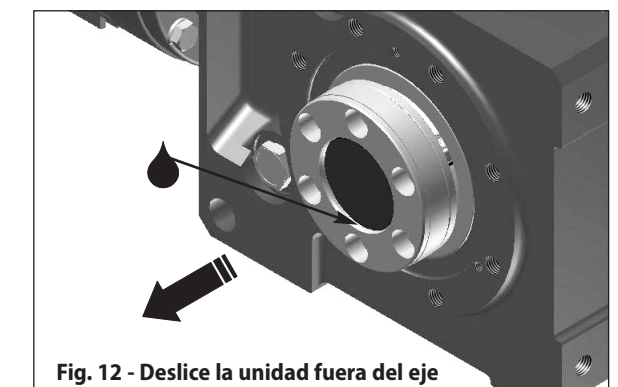

Fig. 12 - Deslice la unidad fuera del eje
Paso 7: Luego de quitar el buje, aplique un líquido penetrante al eje, en el lugar donde hace contacto con el buje. Deje reposar un tiempo para permitir que el líquido penetre entre el buje y el eje, luego cuidadosamente deslice la unidad fuera del eje. (vea la Fig. 12). **Nota: Si el buje se libera, pero no puede quitar la unidad del eje, utilice un extractor de cojinetes sobre el buje para remover el eje.**